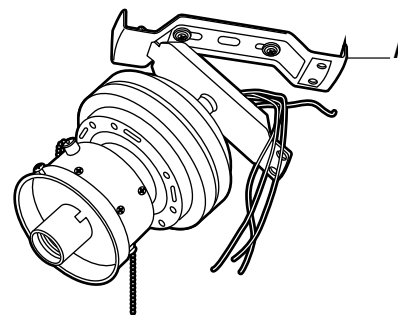

Figura 5
- Antes de hacer las conexiones eléctricas, use el agujero cuadrado en un extremo de la barra de soporte (A) para colgar el motor del ventilador (Figura 5).